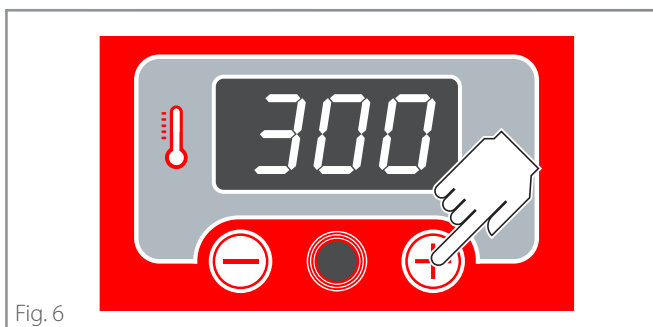
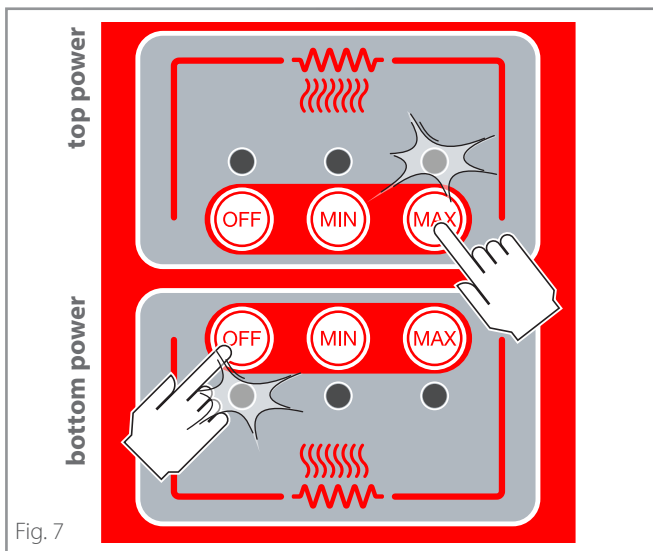

Fig. 6
Fig. 7
► Fig. 6
► Fig. 7
- set a cooking cycle with the desired parameters (► Fig. 6 - Fig. 7)